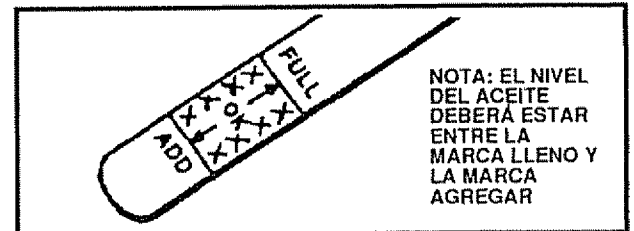

FIG. 19
Inspeccione el nivel de aceite en el cárter (vea la Fig. 19) antes de encender el motor y después de cinco (5) horas de uso continuo. Agregue aceite de motor S.A.E. 5W-30 según se requiera. Ajuste la tapa/varilla de medición cada vez que verifique el nivel de aceite. En zonas donde la temperatura baja a -6,7°C (20°F) o menos, puede usar aceite S.A.E. 5W-30 para facilitar el arranque del motor.